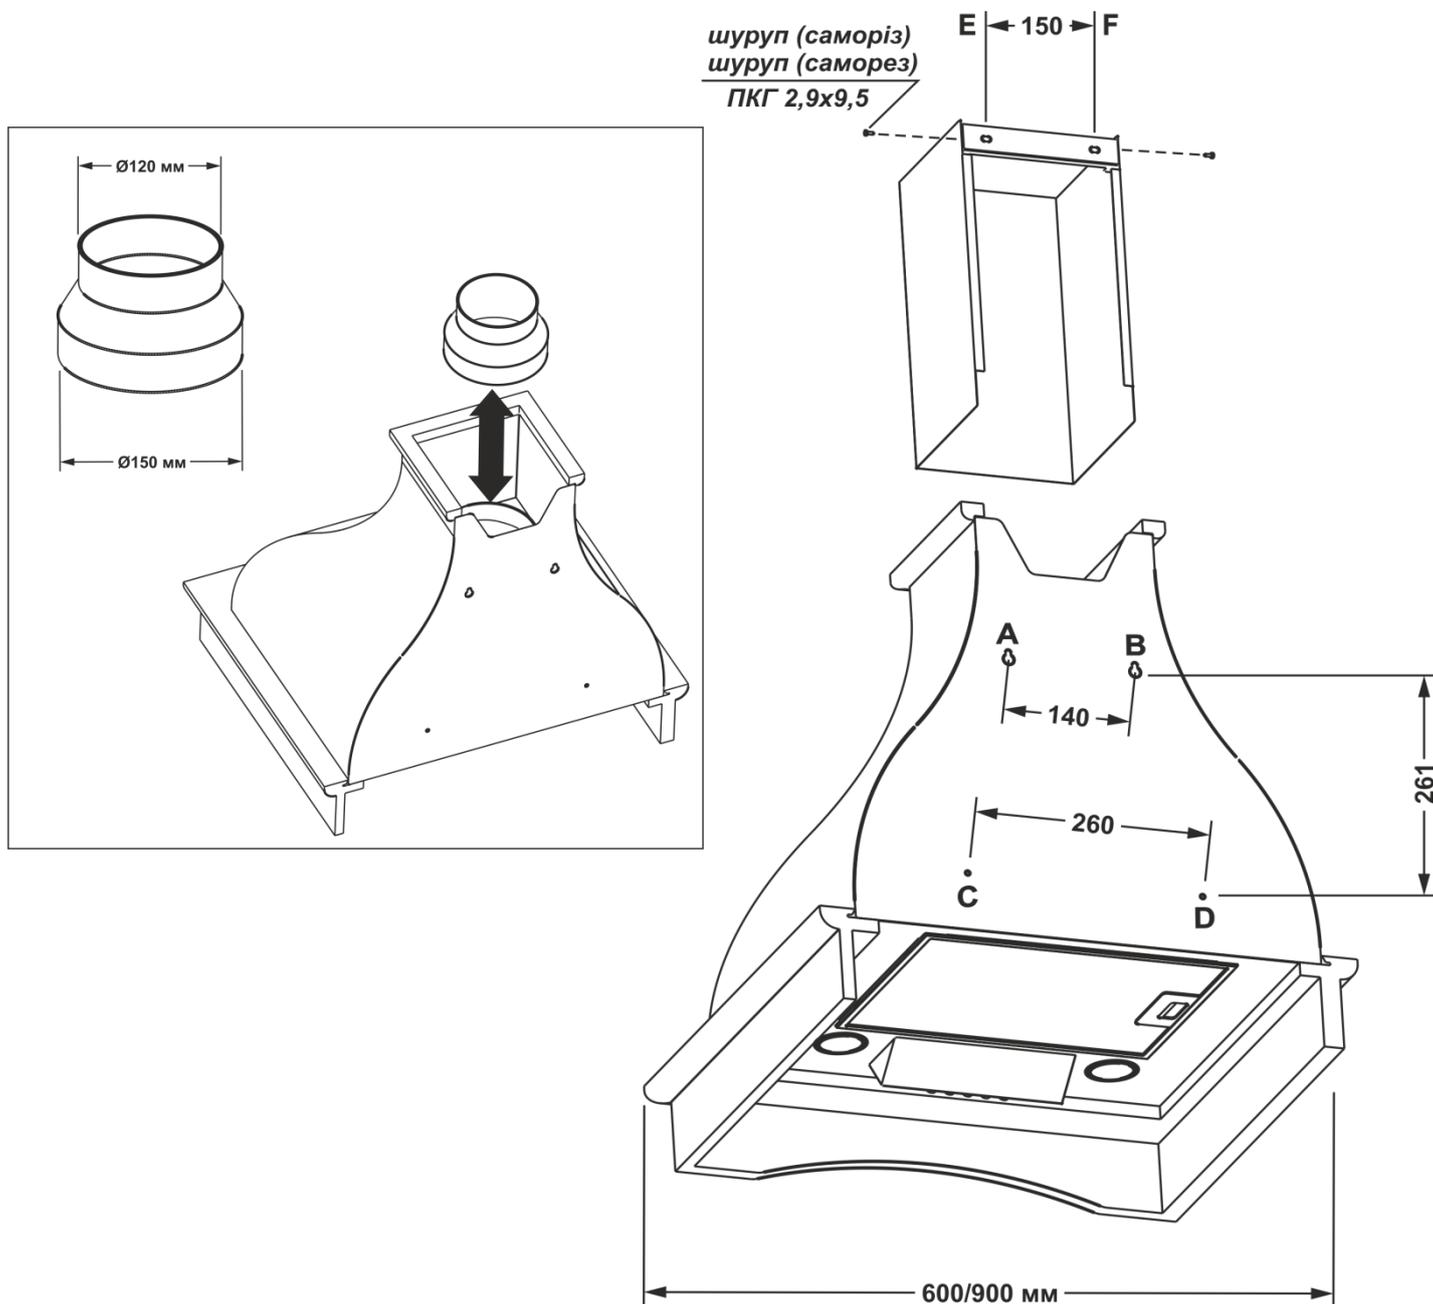

Рис.4
- 6.4 Проведіть розмітку кріпильних отворів корпусу на стіні кухні. Для цього виготовте паперовий шаблон з координатами 4-х отворів на задній стінці корпусу (точки А, В, С, D див схема монтажу); прикладіть шаблон до стіни на необхідній висоті, що вказана вище, і вирівняйте його по рівню. (рис.4).
- 6.10 Установіть телескопічний коминок на корпусі витяжки. Підніміть верхню панель коминка з планкою під стелю, щоб він закривав повітровід вентиляції, і розмітьте по пазам планки 2 отвори під кріплення (т. Е, F) (рис.4).
6.14 Установіть зовнішню панель коминка в пази на корпусі витяжки, а внутрішню – підніміть вгору до суміщення отворів кріплення з планкою і з'єднайте їх з боків 2-ма шурупами ПКГ 2,9х9,5 (**рис.4**).